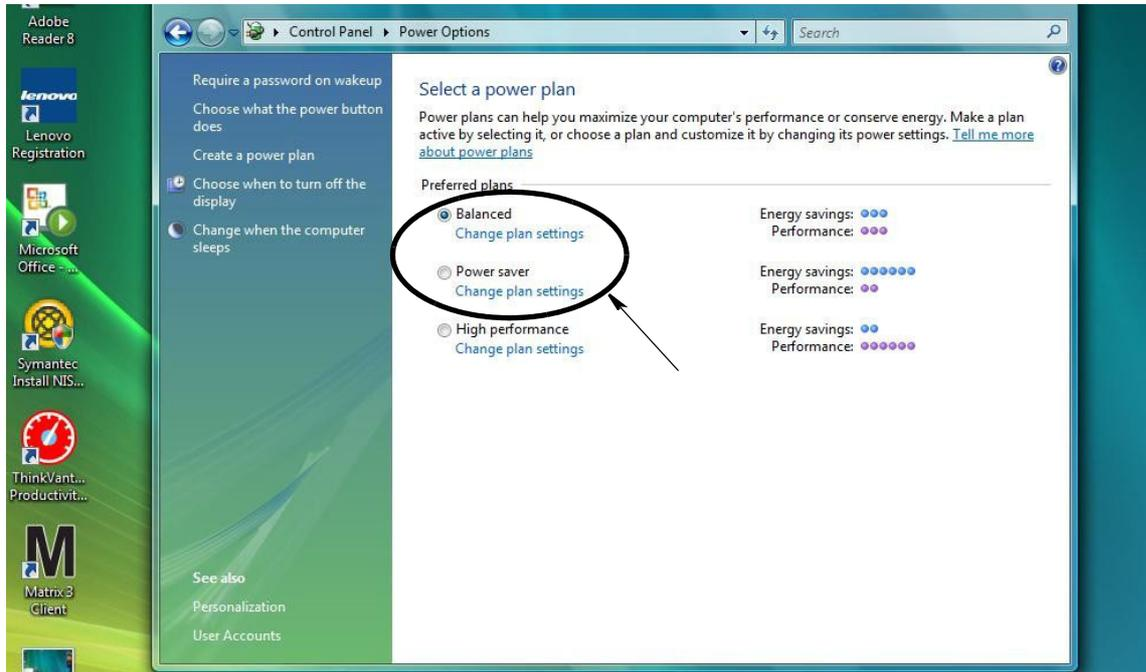

ABB. 34
3. Wählen Sie entweder den Energieplan „Ausbalanciert“ oder „Energiesparmodus“ und klicken Sie dann auf den Link „Energiesparplaneinstellungen ändern“, um die Ruhezustandsoptionen aufzurufen (ABB. 34).